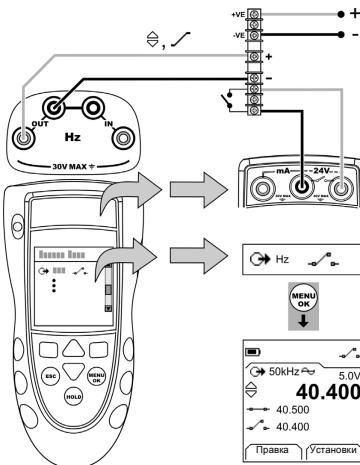

Рисунок 6: Пример конфигурации – Проверка выключателя
- Подключите прибор (Рисунок 6) и, при необходимости, отрегулируйте **Настройка** (Таблица 1).